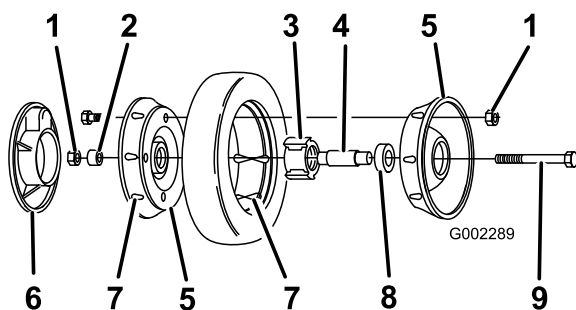

Figura 29
3. Retire el perno, el suplemento de la rueda y la contratuerca que monta la rueda al brazo de pivote (Figura 29).
4. Separe las mitades de la rueda del neumático retirando los 4 pernos y las 4 contratuercas (Figura 29).
Nota: Si retira los cojinetes del conjunto de cojinete/buje, retírelos apretando sobre el suplemento del cojinete (Figura 29).
1. Coloque el neumático en una mitad de rueda, alineando las orejetas en cada pieza (Figura 29).
2. Coloque el conjunto cojinete/buje en el hueco central de la mitad de la rueda. Asegúrese de que las patas del buje están posicionadas sobre la brida del hueco (Figura 29).
3. Coloque la otra mitad de la rueda sobre el conjunto cojinete/buje, alineando las orejetas de la rueda y del neumático y los taladros de montaje (Figura 29).
4. Usando 2 tornillos o pernos de rosca completa (1/4-20 x 1,50 pulg.) y tuercas no de freno, conecte sin apretar las dos mitades de la rueda. Monte los tornillos o pernos en taladros opuestos (Figura 29).
5. Compruebe la alineación de todas las piezas y apriete los tornillos, alternando de uno a otro para que el encaje sea uniforme, hasta que las mitades de la rueda estén juntas (Figura 29).
6. Instale los 2 pernos y 2 contratuercas que retiró anteriormente en los taladros restantes de las mitades de la rueda, y apriételos. Retire los dos tornillos o pernos largos y sustitúyalos por 2 pernos y 2 contratuercas (Figura 29).
7. Instale la rueda en el brazo de pivote con los pernos, un suplemento y una contratuerca. Asegúrese de que el suplemento está colocado entre el buje de la rueda y el brazo de pivote (Figura 29).